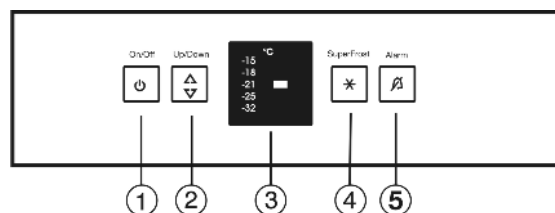

Fig. 2
- ▶ Premir o botão On/Off Fig. 2 (1).
O aviso sonoro é automaticamente desactivado, o botão de alarme *Fig. 2 (5)* apaga-se e o indicador de temperatura pára de piscar quando a temperatura voltar a atingir um valor suficientemente baixo.